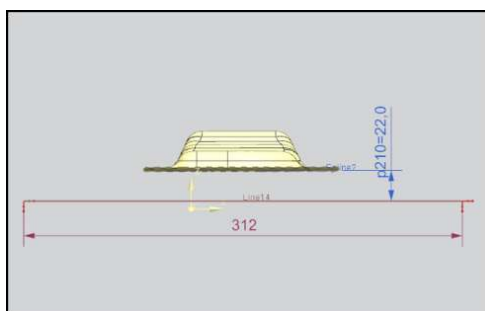

Рис. 7.16. Контур сечения прижимной поверхности
- Создайте в плоскости **OY** контур кривой, являющейся сечением плоского прижима, отстоящий от нижней грани детали на 15–25 мм. Используйте прямые (рис. 7.16).